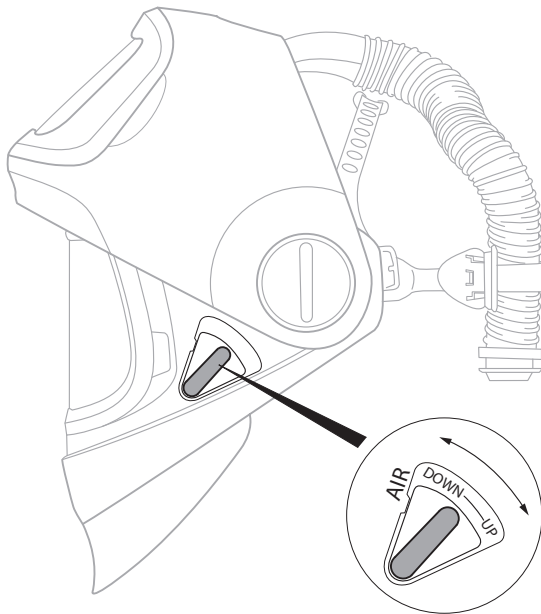

Fig. 8a
- Para ajustar el flujo de aire de abajo hacia arriba, ubique la palanca UP – DOWN (ARRIBA – ABAJO) en el lado izquierdo del casco para soldar. Ajústelo a la posición que desea para el flujo de aire que entra (Fig. 8a y 8c). El ajuste impulsa un conjunto de engranajes de la parte superior del casco para soldar que dirige el aire a diferentes canales.